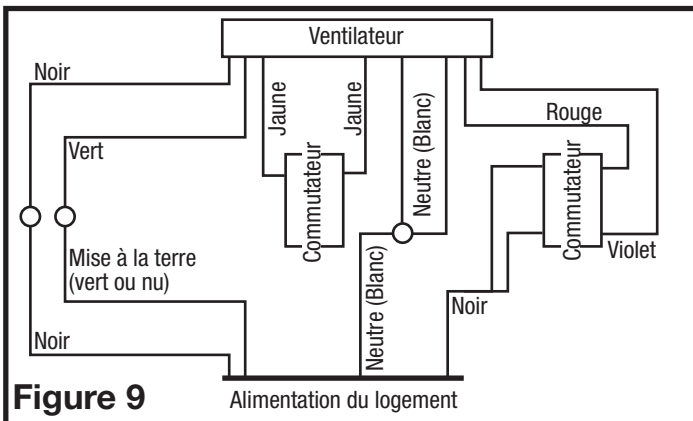

Figure 9
2. **Ventilation continue** : Pour les ventilateurs à deux vitesses, raccordés pour une ventilation continue. Connectez les fils blancs du ventilateur au fil blanc (neutre) de la source d'alimentation. Connectez le fil de terre de la maison au fil vert du boîtier du ventilateur. Connectez le fil noir du ventilateur au fil noir (chaud) de la source d'alimentation. Utilisez un interrupteur à bascule standard duplex, correctement mis à terre (comme Leviton 5224-2W, non inclus) pour relier le fil noir de la source d'alimentation à un côté de l'interrupteur du haut et du bas. Connectez le fil rouge (lumière) du boîtier du ventilateur à l'autre côté de l'interrupteur du haut et connectez le fil violet (veilleuse) du boîtier du ventilateur à l'autre côté de l'interrupteur du bas. Utilisez un deuxième interrupteur à bascule standard duplex, correctement mis à terre, pour relier le fil jaune chaud du ventilateur à l'entrée de l'interrupteur. Connectez le deuxième fil jaune du ventilateur au côté de sortie du commutateur. Fermer l'interrupteur changera la vitesse de normale à haute vitesse (**Figure 9**).